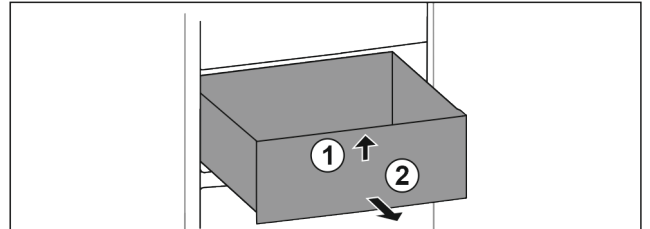

Fig. 84
- ▶ Lade aan de voorkant optillen. *Fig. 84 (1)*
- ▶ Lade naar voren toe verwijderen. *Fig. 84 (2)*